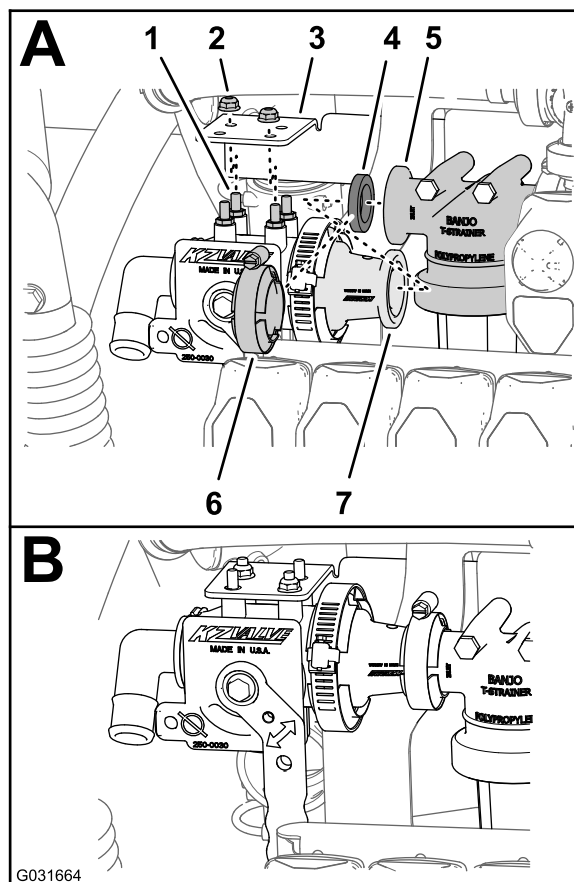

Figure 223
1. Alignez le joint sur la bride de la tête de filtre (Figure 223).
2. Placez les goujons de la vanne de coupe de produit (réf. Toro 130-7324) en face des 4 trous du support de la vanne de coupe de produit (réf. Toro 131-3725-03) et l'adaptateur à bride de la vanne de coupe en face de la bride de la tête de filtre et du joint (Figure 223).
diagonalement de la vanne de coupure, comme montré à la Figure 223.
5. Fixez l'adaptateur à bride de la vanne de coupure sur la bride de la tête de filtre avec le collier (Figure 223) que vous avez retiré à l'opération 3 de Préparation à l'installation de la vanne de coupure de produit du mélangeur (page 104).